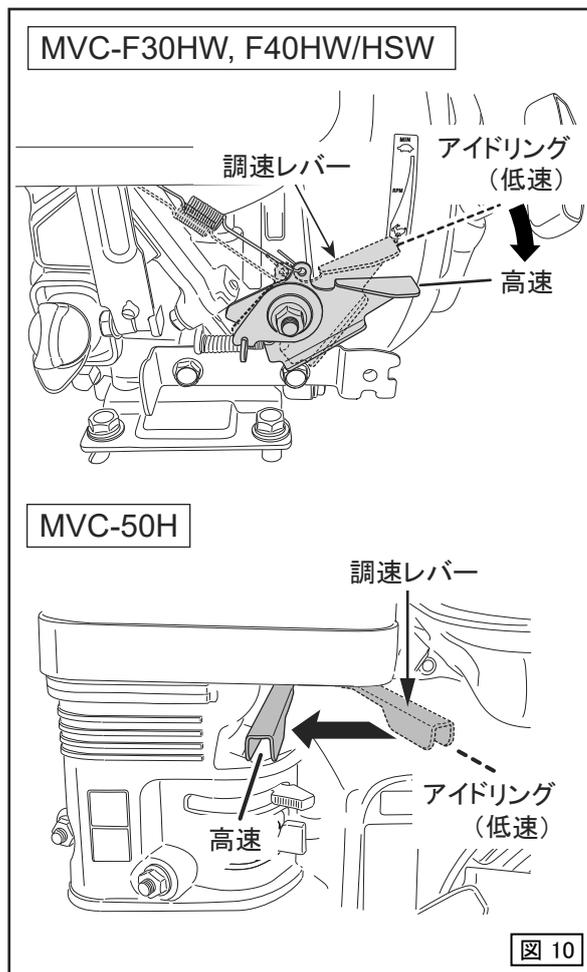

図 10
1. 调速レバーを開く(高速)と本機は振動と前進を始めます。调速レバーをゆっくり開くとクラッチがスリップした状態のままになりますので、调速レバーの開閉は一気に行ってください。(図10)